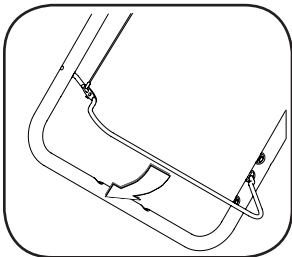

Figure 6
1. Pour vérifier le réglage, placez la souffleuse sur une surface plate. La plaque doit être réglée de manière que les roues, la plaque et la tarrière touchent le sol simultanément lors de l'utilisation de la souffleuse. Voir la Figure 6. Si la neige souffie en dessous du logement de la souffleuse la plaque peut être réglé trop haut. Si la plaque présente des signes d'usure excessive, ou la souffleuse n'auto-propulse pas, la plaque peut être ajusté trop bas
1. Pressez la manette de commande contre le guidon supérieur pour enclencher les tarières. Voir la Figure 6.